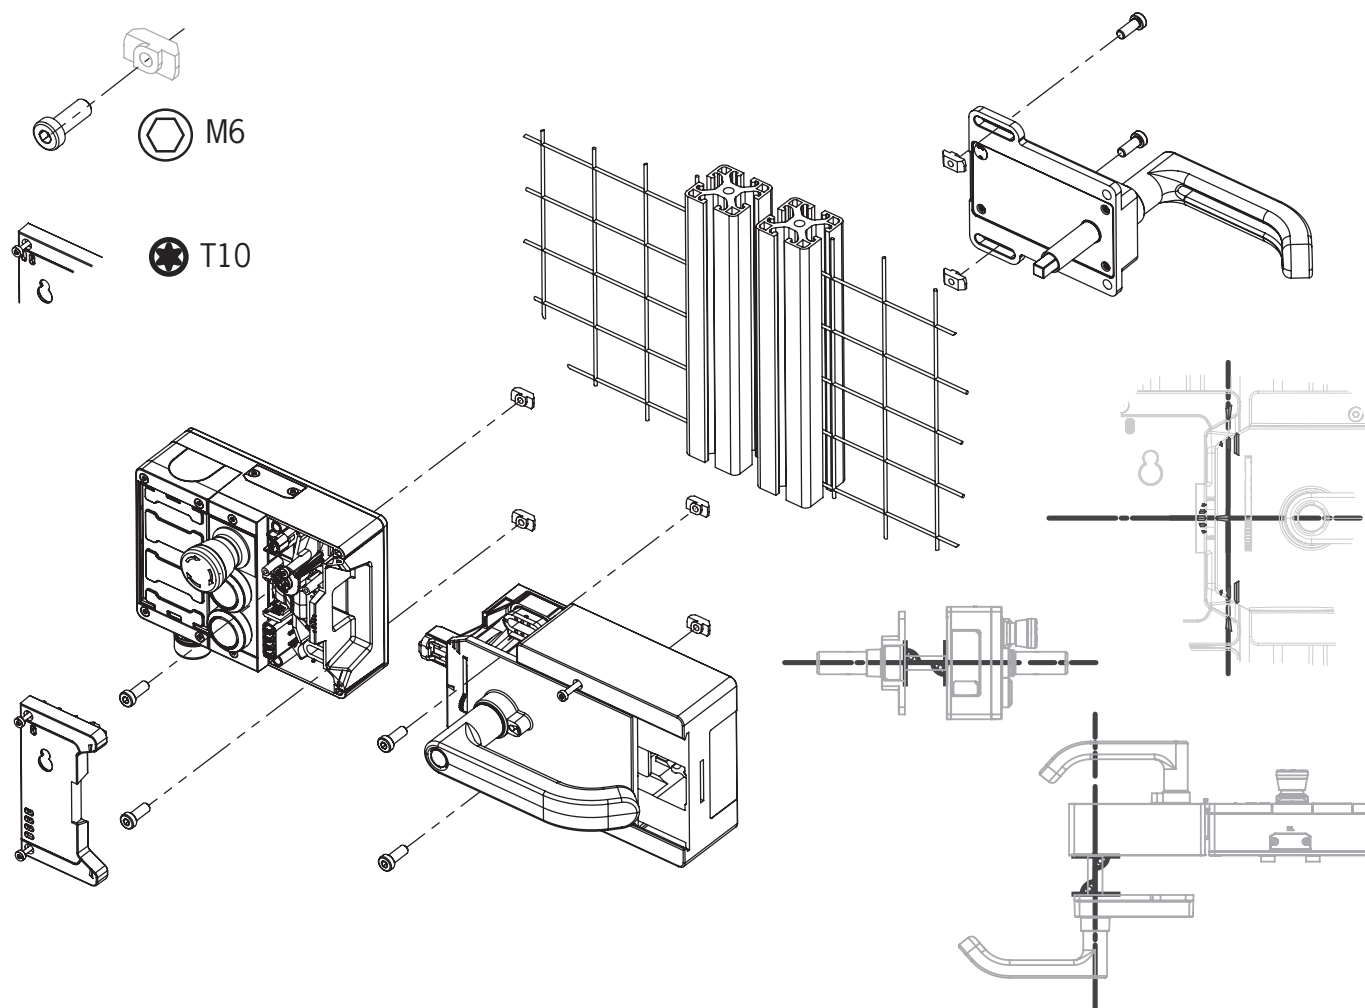
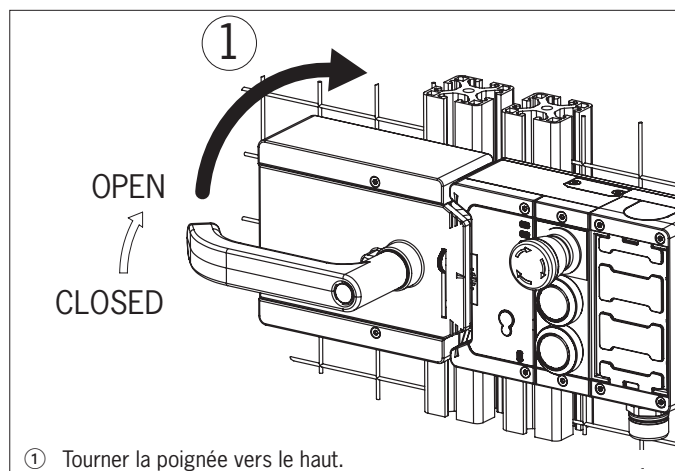
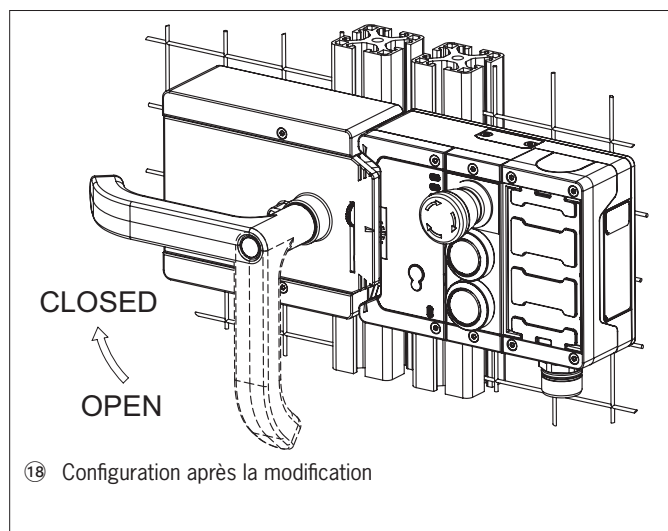

Fig. 10 :Exemple de montage pour une porte sur charnières à droite (vue d'ensemble)
Fig. 13 :Modification du sens d'actionnement, étape ①
Fig. 22 : Modification du sens d'actionnement, configuration définitive
- › Aligner l'axe du dispositif de déverrouillage interne à angle droit par rapport au module de poignée. Voir *Fig. 10.*
Étapes de montage, voir les Fig. 10 et Fig. 13 à Fig. 22.
- Monter le système dans l'autre sens dans le cas d'une porte sur charnières à gauche. C'est-à-dire que le protecteur peut alors être ouvert en actionnant la poignée vers le haut (voir Fig. 13). Le sens d'actionnement de la poignée doit par conséquent être modifié (voir Fig. 13 à Fig. 22).